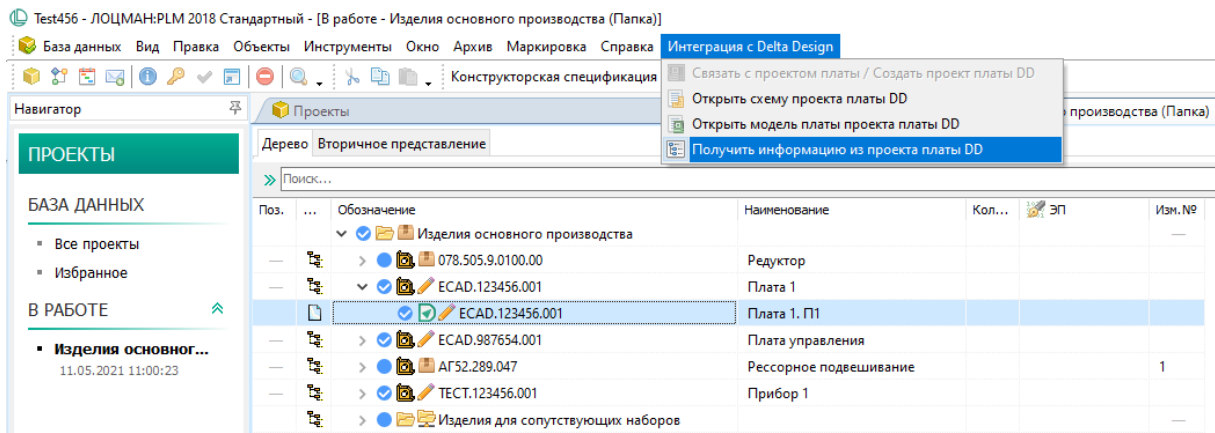

Рис. 14. Выбор документа в ЛОЦМАН:PLM типа «Проект платы DD» и вызов получения информации из проекта платы Delta Design
3. В главном меню в разделе «Интеграция с Delta Design» вызвать команду «Получить информацию из проекта платы DD», см. Рис. 14.